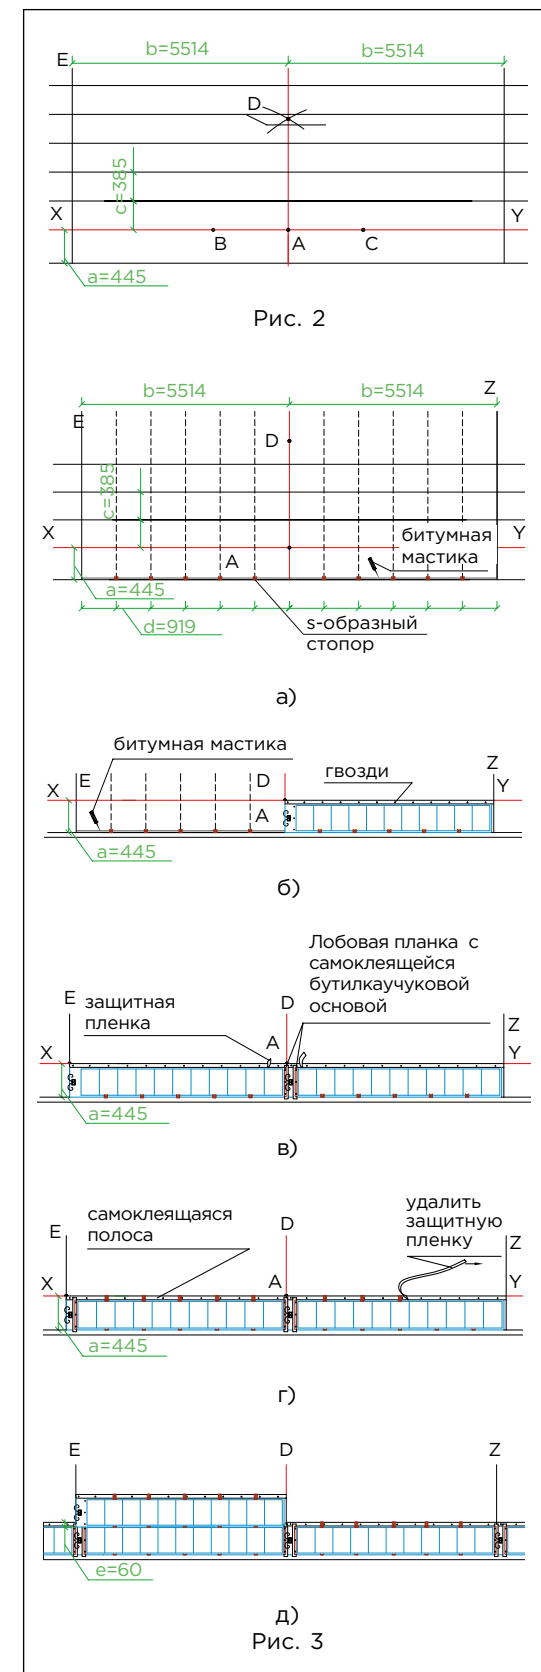

Рис. 3
Укладка ТЕГОСОЛАР (рис. 3)
- Вдоль линии карниза установите клеммеры-стопоры с шагом 919 мм согласно разметке (рис. 3а);
- далее в клеммеры-стопоры аккуратно вставьте панели и зафиксируйте их по нижнему краю битумной мастикой, по верхнему – гвоздями с шагом 250 мм через специально отведенные отверстия (рис. 3б);
- далее для обеспечения герметичности соединения панелей установите Лобовая планка, имеющий самоклеящуюся бутилкаучуковую основу (рис. 3в); Лобовая планка закрепите гвоздями через предусмотренные в нем отверстия;
- перед укладкой второго ряда черепицы снимите защитную пленку с верхней части уложенной черепицы первого ряда (рис. 3г);
- по верхнему краю уже уложенного первого ряда панелей установите клеммеры-стопоры с шагом 919 мм согласно разметке (рис. 3г) и закрепите гвоздями через специально предусмотренные в них отверстия;
- следующую панель аккуратно вставьте в клеммеры-стопоры таким образом, чтобы нахлест на ранее установленные панели первого ряда составлял 60 мм и она частично перекрывала уже установленные L-профили (рис. 3д);
- зафиксируйте панели при помощи гвоздей с шагом 250 мм через специально отведенные отверстия (рис. 3б);
Гвозди, которыми была закреплена основная черепица, должны быть закрыты, поэтому укладка панелей в этом случае начинается ниже линии крепления черепицы. Уровень этой линии для некоторых моделей черепицы TEGOLA приведен на рис. 4. Далее разметку и укладку панелей следует выполнять согласно рис. 2 и рис. 3.